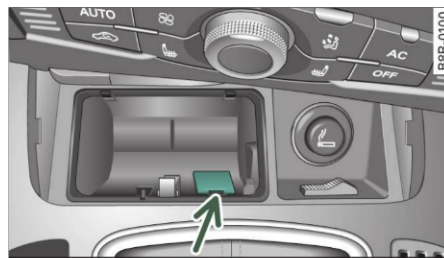

Fig. 155 Deblocarea de urgență a selectorului de viteze
- Apăsați cu o șurubelniță sau cu un alt obiect asemănător bolțul în jos și mențineți-l apăsat ⇒ fig. 155.